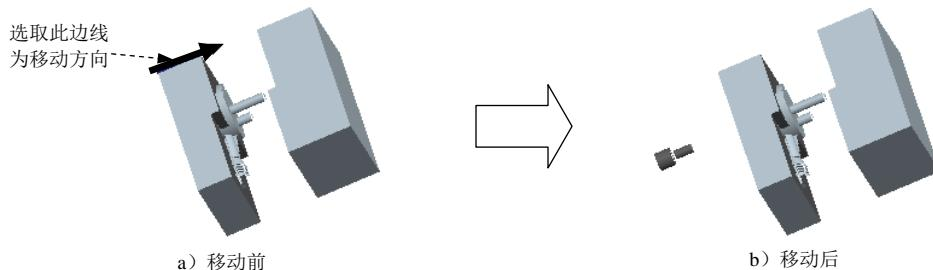

图 10.43 移动镶件
Step3. 开模步骤 2。移动镶件，输入要移动的距离值-60，结果如图 10.43 所示。